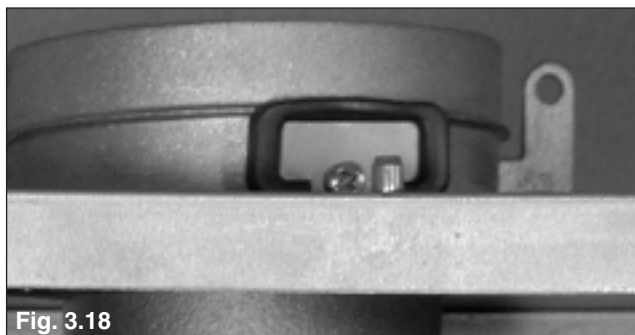

Fig. 3.18
1. Raccordez l'analyseur de la combustion à la trappe d'analyse (Fig. 3.18) après avoir enlevé la plaquette.